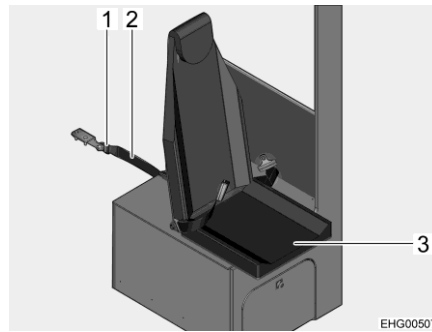

Fig. 31 Sécuriser le siège emboîtable
- Insérer la sangle de sécurité (Fig. 31,2) dans la boucle de fermeture de la ceinture (Fig. 31,1).
- Rabattre l'assise de siège (Fig. 31,3).